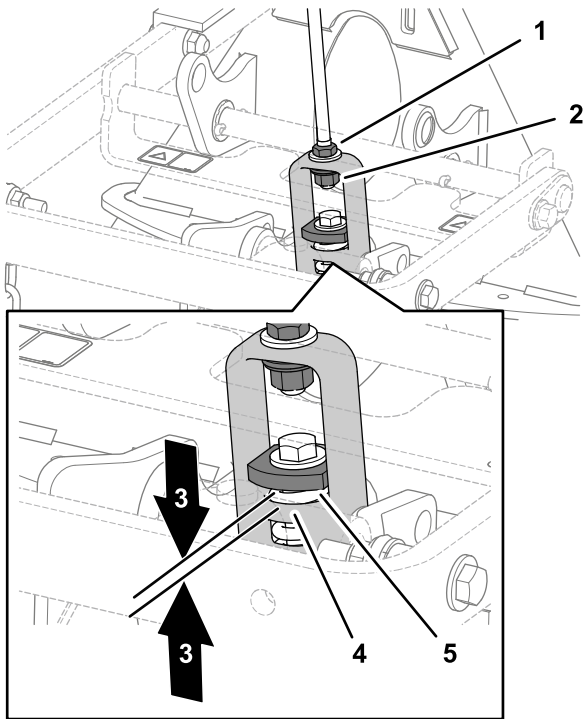

图11
9. 如图11所示将齿耙安装并固定到主机上后测量附件连接器上链环总成中顶部垫圈与隔片之间的空隙。